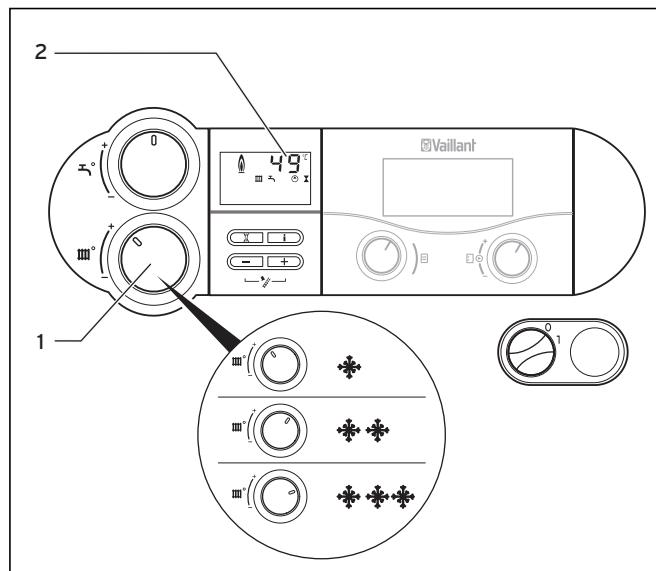

Fig. 6.8 Indstilling af fremløbstemperatur uden regulering
Hvis der ikke er tilsluttet nogen ekstern regulering, indstilles fremløbstemperaturen med drejeknappen (1) (Fig. 6.8) svarende til den pågældende udetemperatur. I det tilfælde anbefaler vi følgende indstillinger:
Når temperaturen indstilles, vises den indstillede temperatur på DIA-systemets display (2) (Fig. 6.8). Efter tre sekunder forsvinder denne visning, og på displayet vises igen standardvisningen (varmeanlæggets aktuelle fremløbstemperatur).